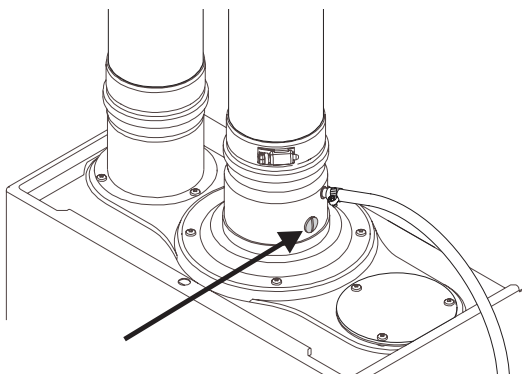

Fig. 42
- Coloque el interruptor On/Off en posición OFF (0).
- Retire el tornillo de cabeza plana de cobre del collarín de escape como se indica en la Fig. 42.